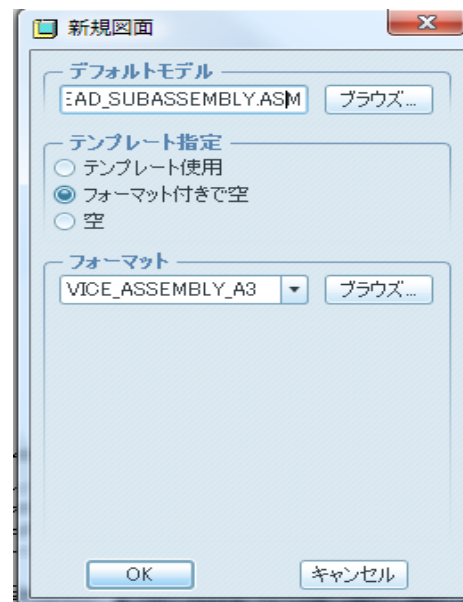
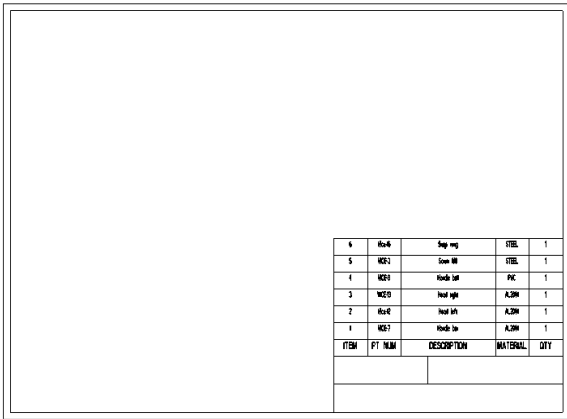

図 12-85 新規図面の各設定
図 12-86 構成部品設定
- 4) 各設定をした新規図面ダイアログボックス (図 12-85) に示す。OK すると A3 製図シートにバ イス ヘット サブアセンブリの構成部品の部 品表がラベルの上に作成される (図 12-86) に 示す。